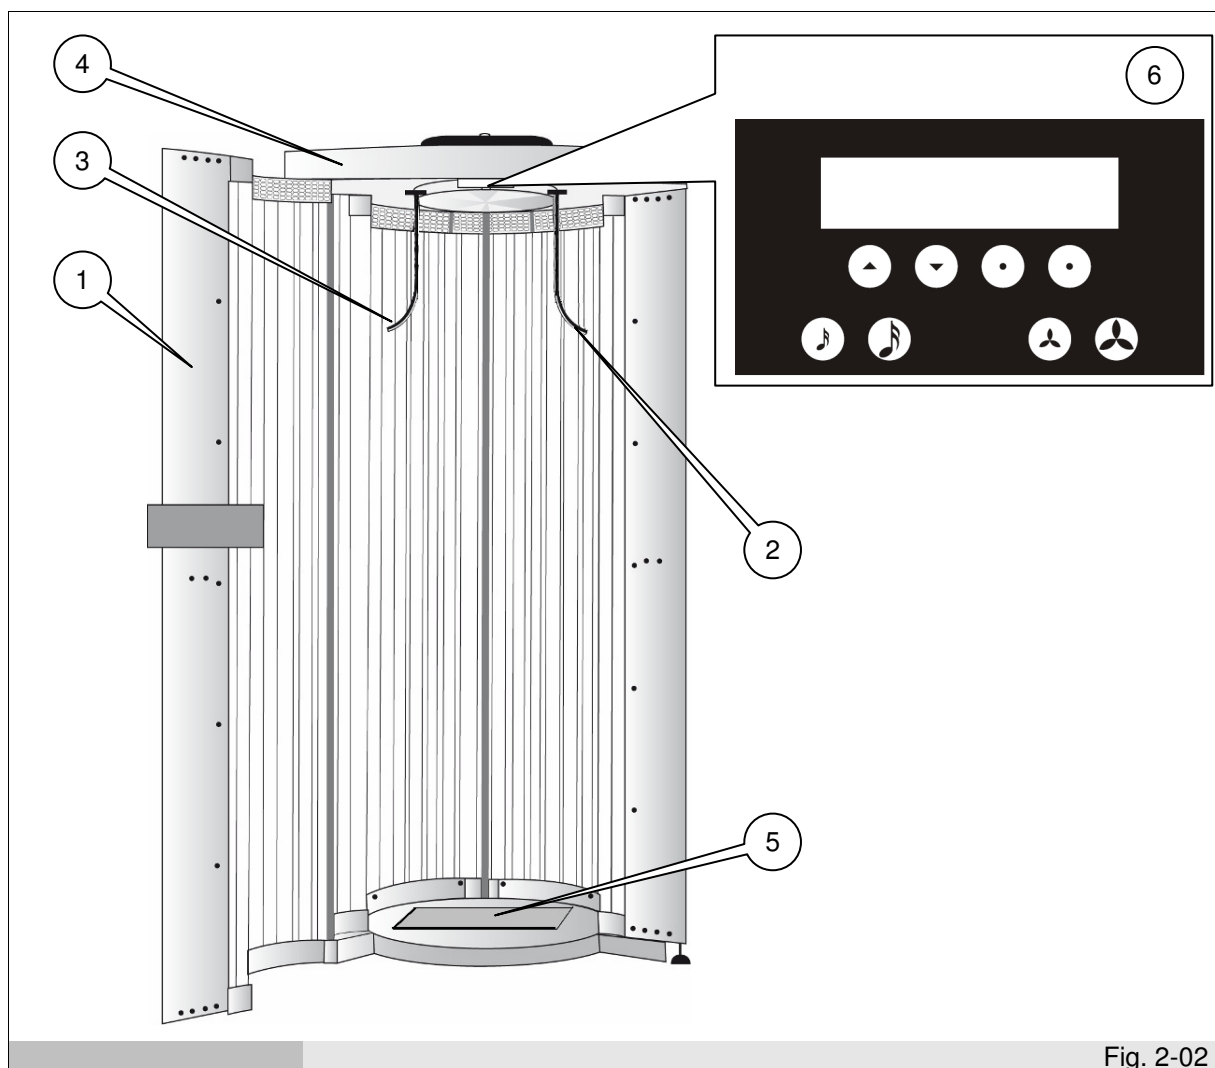

Fig. 2-02
- Porta (ref. 1 fig. 2-02)
- Maniglie di sostegno interne (ref. 2-3 fig. 2-02)
- Tetto (ref. 4 fig. 2-02)
- Base con pedana vibrante Beauty Vibro Plate^{PLUS} (ref. 5 fig. 2-02)
- Pannello di controllo (ref. 6 fig. 2-02)